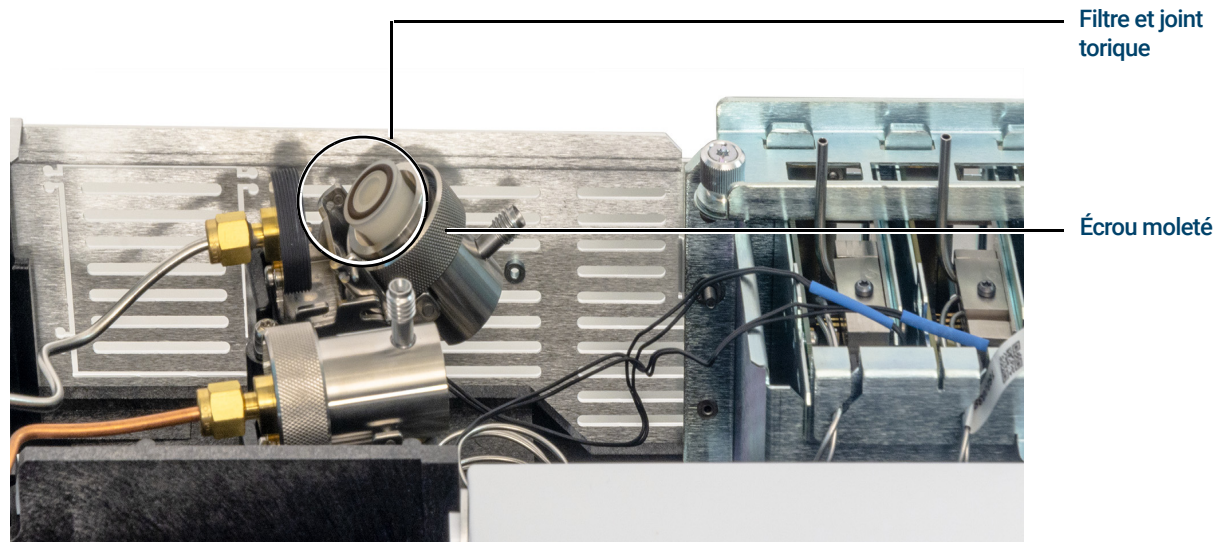

Figure 31. Faire glisser l'ensemble du piège pour exposer le filtre
- 5 Faites sortir l'ensemble du piège du support de montage guidé et inclinez vers le haut pour exposer le filtre comme indiqué à la **Figure 31**.